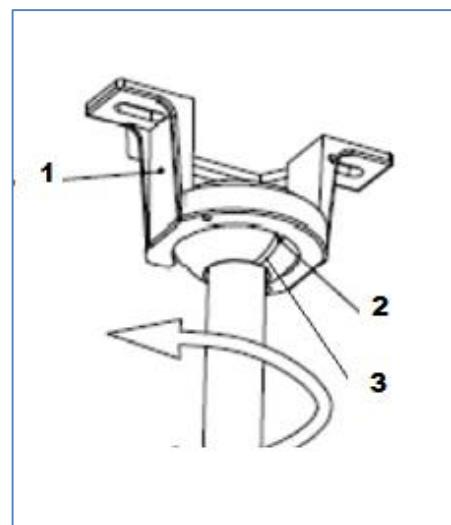

Fig. 5
- 5) Hang de ventilator aan de bevestigingsklem (1). Fig. 5
- 6) Zorg ervoor dat het lipje (2) op de bevestigingsklem goed in de sleuf zit (3) in het kogelgewicht. Fig. 5